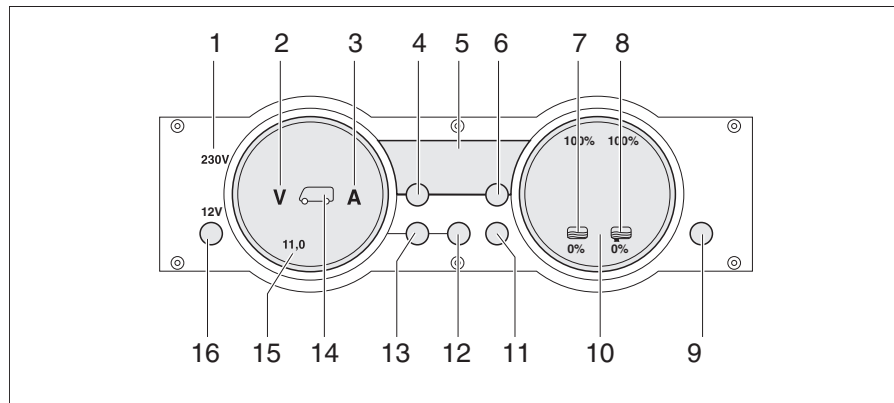

Fig. 246 Panel MP 20-S
La luz de control de 230 V (Fig. 246,1) se enciende cuando hay tensión de red en la entrada del bloque eléctrico.
El interruptor principal de 12 V (Fig. 246,16) conecta y desconecta el panel y la alimentación de 12 V del habitáculo.
- Pulsar la tecla "12 V" (Fig. 246,16) brevemente. La alimentación de 12 V del habitáculo está conectada. La visualización de control "12 V" está encendida.
- ▷ En caso de que después de la conexión parpadeen tanto el LED "11,0" de la visualización de voltios así como el símbolo Voltios "V" (Fig. 246,2) en el instrumento indicador Baterías (Fig. 246,15), será demasiado baja la tensión de la batería del habitáculo. Cargar la batería.
- ▷ En caso de que después de la conexión parpadeen tres veces la visualización de control "12 V", el símbolo Batería del habitáculo (Fig. 246,14) y el símbolo Voltios "V" (Fig. 246,2), estará activada la separación de batería. Desactivar la separación de batería.
- Pulsar la tecla Batería del habitáculo (Fig. 246,12) y mantenerla pulsada aprox. 10 segundos. Los símbolos Voltios "V" (Fig. 246,2) y Amperios "A" (Fig. 246,3) parpadean tres veces. La batería del habitáculo está separada de la red de a bordo de 12 V.
- Pulsar la tecla "12 V" (Fig. 246,16) y mantenerla pulsada aprox. 5 segundos. El símbolo Voltios "V" (Fig. 246,2) parpadeará tres veces. La batería del habitáculo está conectada a la red de a bordo de 12 V. La visualización de control estará encendida durante aprox. 2 segundos.
- Pulsar la tecla de la batería del habitáculo " (Fig. 246,12). El símbolo Voltios "V" (Fig. 246,2) estará encendido. Según la carga o la descarga, el símbolo Amperios "A" estará encendido de color blanco o bien rojo. La tensión de la batería y la corriente de la batería del habitáculo son visualizadas a través de LEDs en el instrumento indicador.
- Pulsar la tecla de la batería del motor de arranque " (Fig. 246,13). El símbolo Voltios "V" (Fig. 246,2) estará encendido. La tensión de la batería del motor de arranque es visualizada a través de LEDs en el instrumento indicador.
- Pulsar la tecla de los depósitos "  " (Fig. 246,11). Los símbolos Depósito de agua "  " (Fig. 246,7) y Depósito de aguas residuales "  " (Fig. 246,8) estarán encendidos. Los niveles de llenado del depósito de agua (escala izquierda) y del depósito de aguas residuales (escala derecha) serán visualizados a través de LEDs en el instrumento indicador.
El símbolo Voltios "V" (Fig. 246,2) y el LED "11,0" parpadearán tan pronto la tensión de la batería caiga abajo de 11 V (medición durante el funcionamiento) y exista el riesgo de una descarga completa.
El símbolo Depósito de agua "☰" (Fig. 246,7) o el símbolo Depósito de aguas residuales "☷" (Fig. 246,8) parpadeará si el depósito de agua está vacío o el depósito de aguas residuales está lleno.